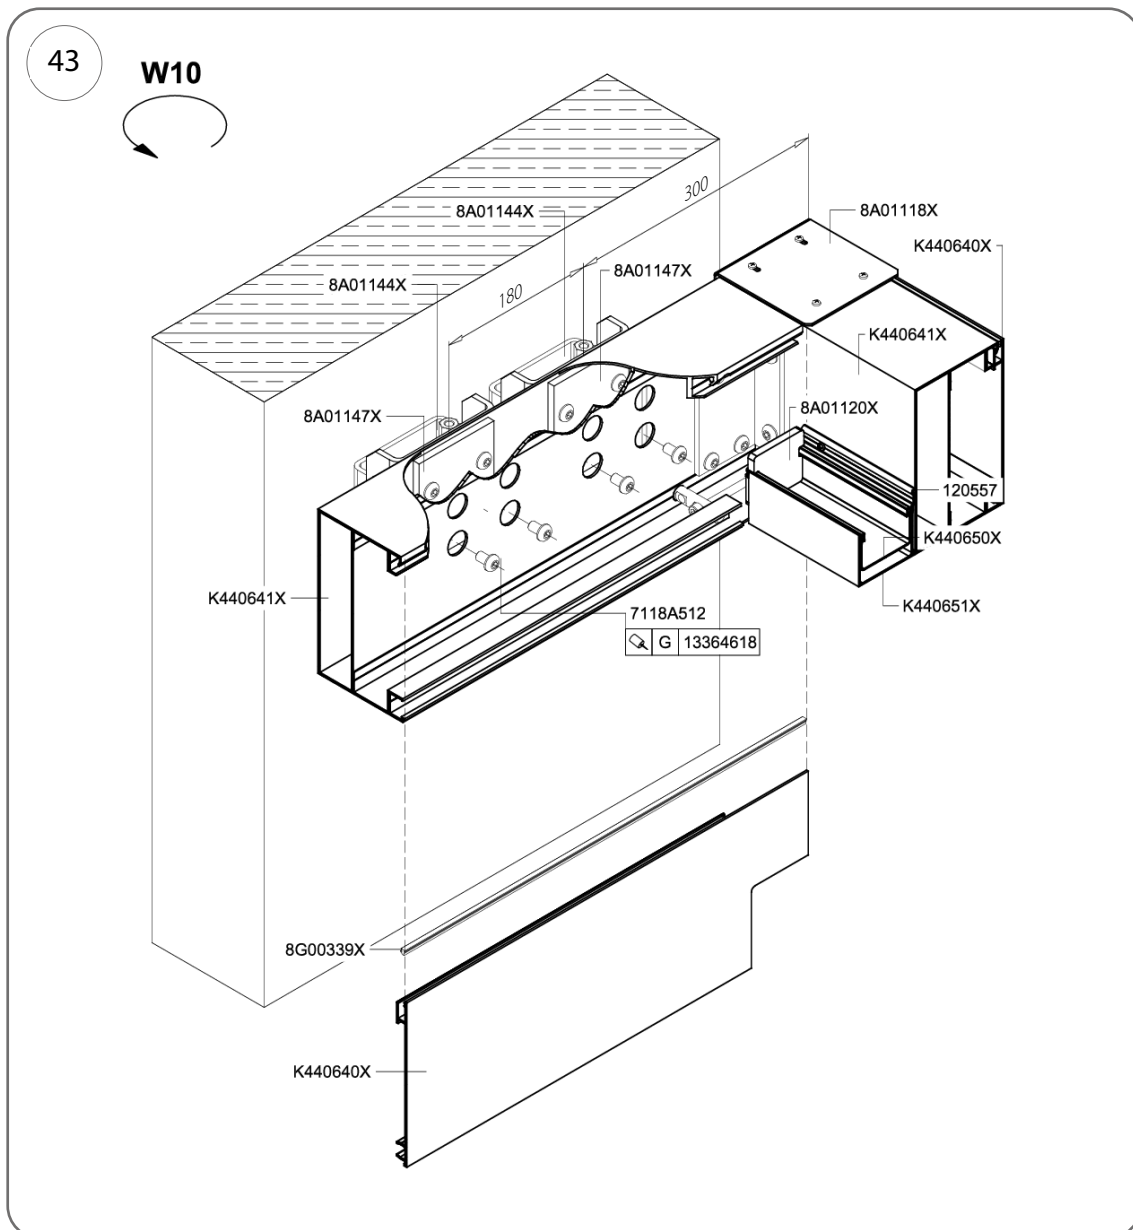

Abb. 43
2. Ein Befestigungspunkt der Pfette besteht aus zwei Konsolen 8A01144X mit einem Achsabstand von 180 mm, wobei die Achse des ersten Ankers 300 mm von der Außenfläche des Sparrens des Knotens W10 entfernt sein sollte (Abb. 43).